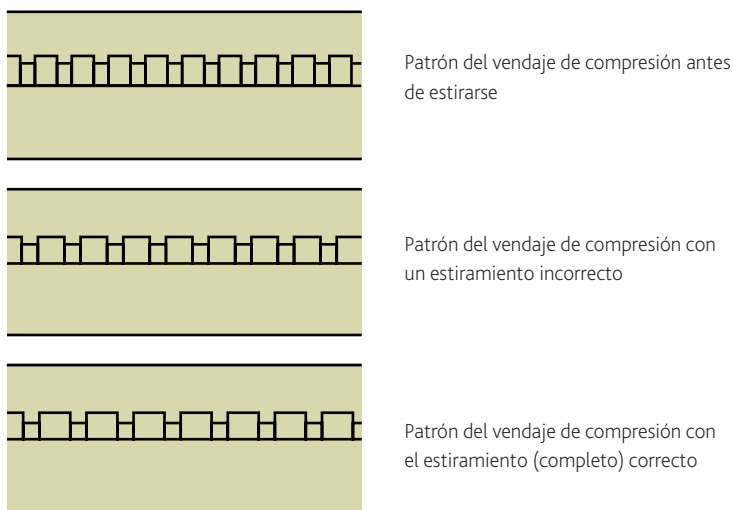

Figura 7: Comparación entre las distintas tensiones del vendaje de compresión
3. Coloque como mínimo dos capas de vendaje totalmente estiradas (no debe ser posible estirarlas más). Cuando el vendaje alcance la tensión máxima, los pequeños marcadores de tensión rectangulares se estirarán de forma que adoptarán una forma cuadrada. Consulte la *Figura 7*, mostrada a continuación.